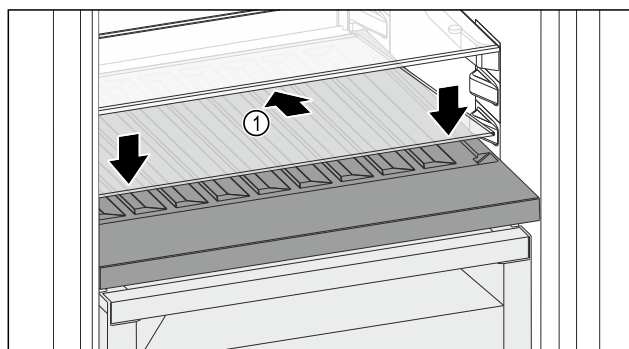

Fig. 141
- 向后下方倾斜放置玻璃隔板 Fig. 141 (1)。
- 放低玻璃隔板 Fig. 141 (1) 前部。